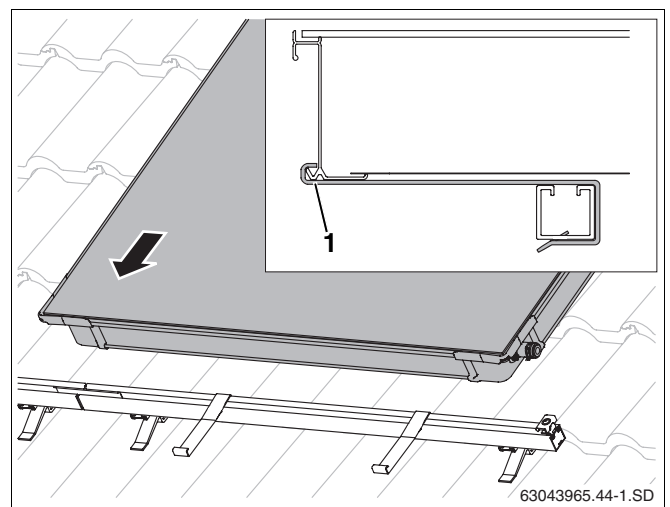

fig. 43 Colocar o primeiro colector nos perfis
- ▶ Colocar o primeiro colector nos perfis e introduzir as protecções contra deslizamento (fig. 43).
O bordo inferior do colector deve encontrar-se na abertura da protecção contra deslizamento (fig. 43, **item 1**).